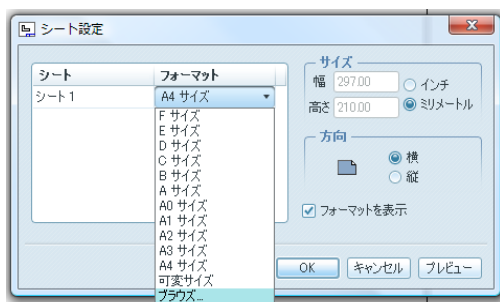

図 10-6 フォーマット選択
2) 図 10-6 に示す「A4 サイズ」の黒い三角形タブをクリックしてサブメニューの「ブラウズ」を選択する。